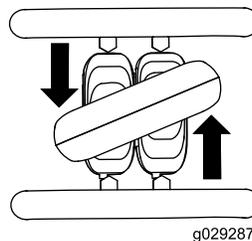

Рисунок 10
- Для того, чтобы повернуть налево, поверните рычаг управления тягой против часовой стрелки (Рисунок 10).